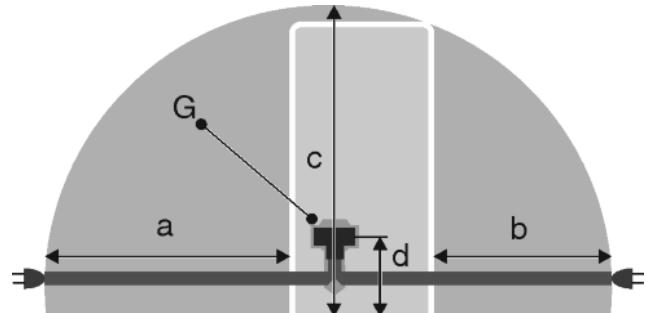

Fig. 23
- Utičnica se nalazi izvan područja bočne strane uređaja u navedenom području Fig. 23 (a, b, c).
- Utikač uređaja Fig. 23 (G) utaknite na stražnju stranu uređaja. Pripazite da ispravno uskoči.